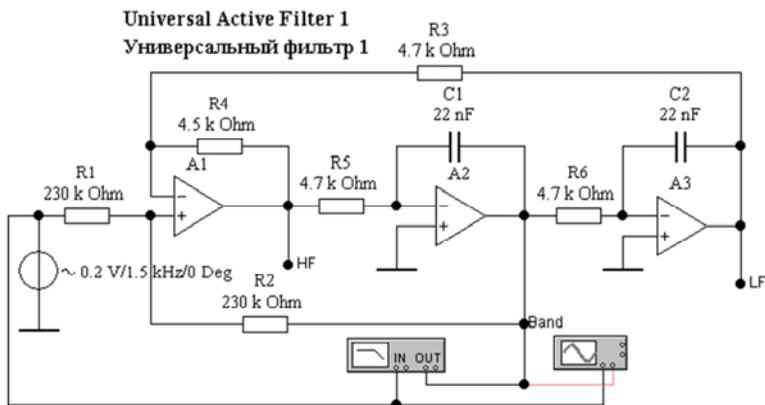

Рис. 9.6. Универсальный фильтр 1 (файл **banda5.ewb**)
7. Исследовать универсальный фильтр 1 (файл **banda5.ewb**, рис. 9.6).